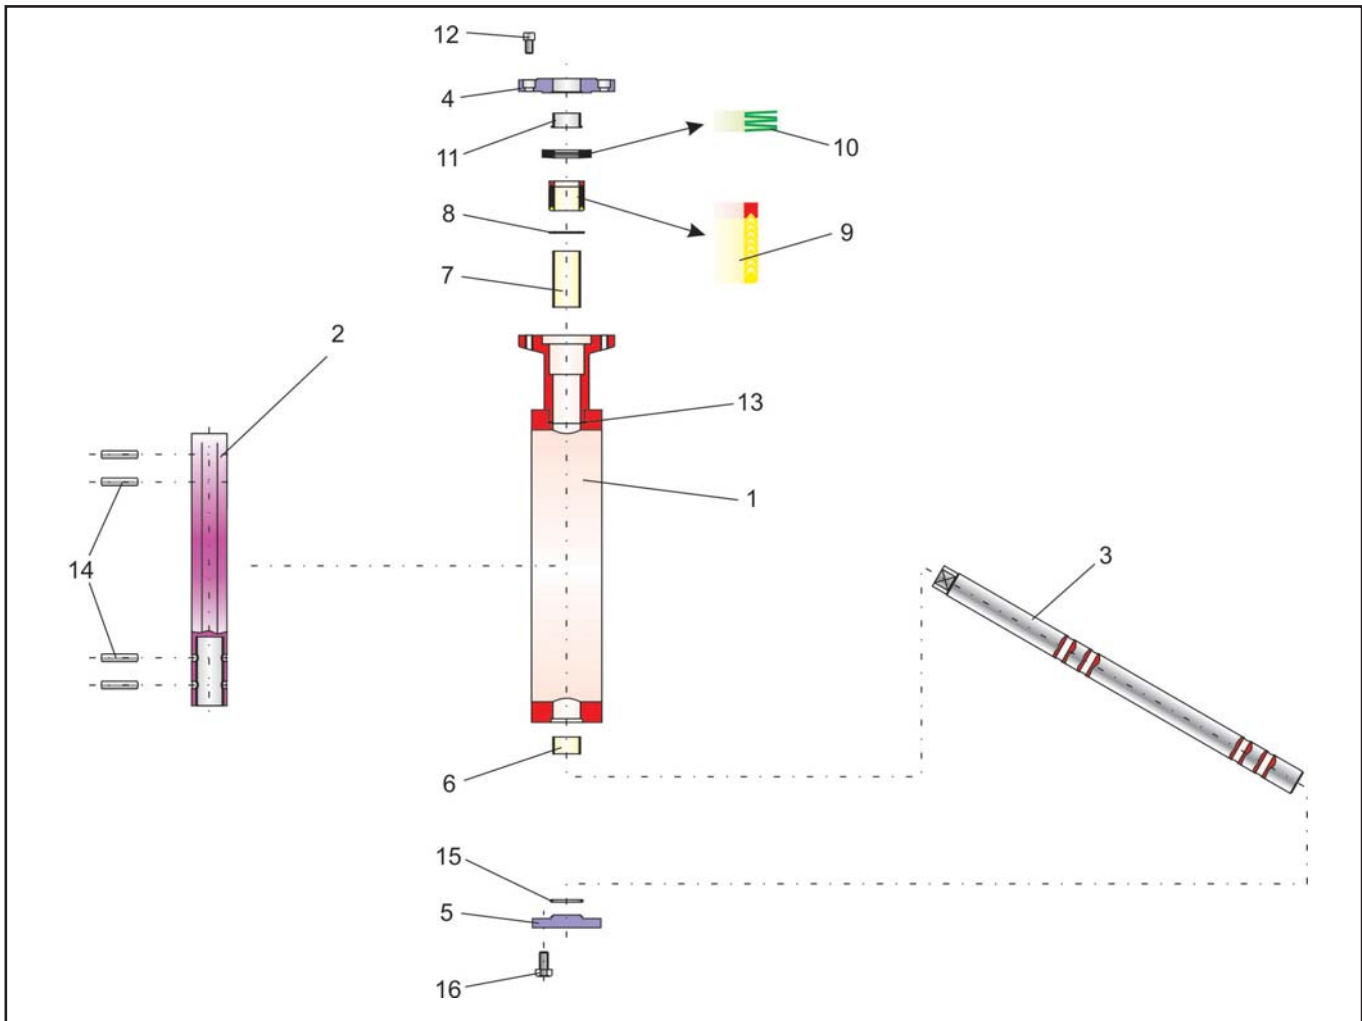

Bild 3 - Explosionszeichnung der Regelklappe BR 14e
**Hinweis:** Die in der Explosionszeichnung (Bild 3) dargestellte Lage und Anordnung der Einzelteile ist bei der Montage einzuhalten.
Die PTFE - Dachmanschettenpackung ( 9 ) wird über die Welle in die Gehäusebohrung geschoben und mit einer Montagehülse ange-drückt. Die Anordnung der Dachmanschettenpackung ist der Explosionszeichnung ( Bild 3 ) zu entnehmen.
Der Tellerfedersatz ( 10 ) wird über die Welle geschoben und an die entsprechende Stelle auf die Packung platziert. Auch die Anordnung der Tellerfedern sind der Explosionszeichnung ( Bild 3 ) zu entnehmen.